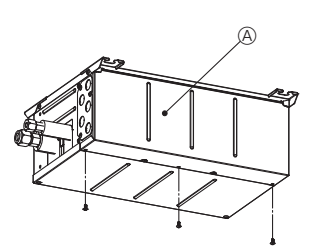

Fig. 8-1
- (1) Retirez le capot électrique. (Fig. 8-1)
- (2) Retirez le capot de la tuyauterie.
- (3) Passez le câblage dans le boîtier de dérivation via la plaque de tuyauterie et attachez-le à l'aide de la plaque de tuyauterie. (Reportez-vous à 8.3.)